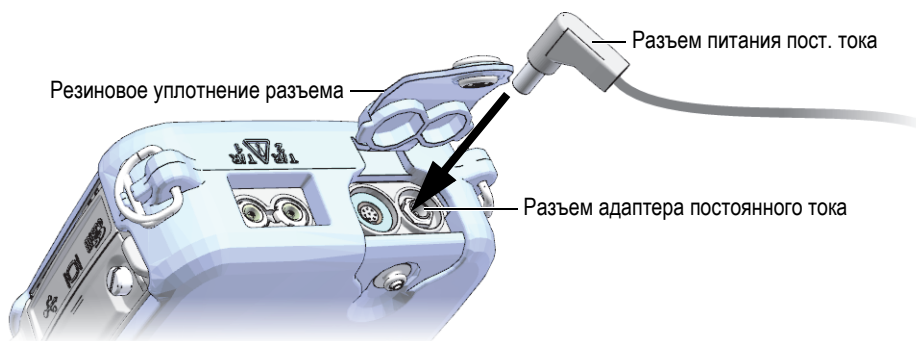

Рис. 2-3 Подключение к разъему электропитания
2. Снимите резиновое уплотнение с разъема адаптера, расположенного в верхней части прибора 38DL PLUS (см. Рис. 2-3 на стр. 29).
3. Подсоедините кабель питания постоянного тока от зарядного устройства/адаптера к разъему питания (см. Рис. 2-3 на стр. 29).